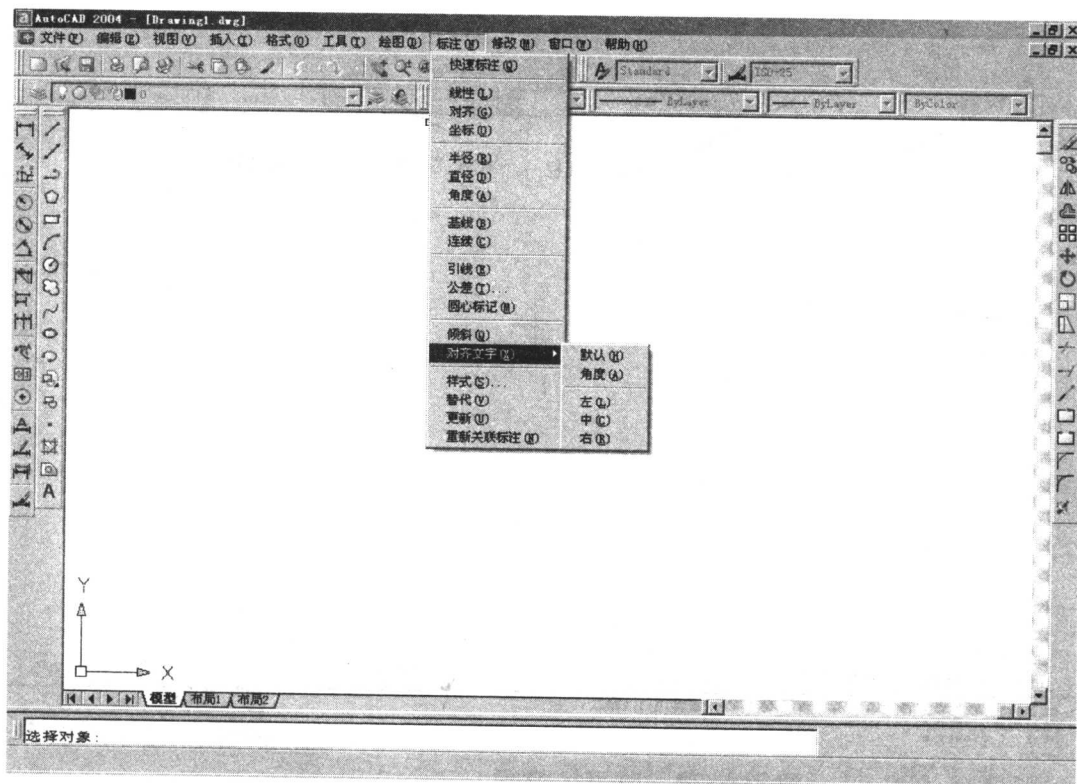
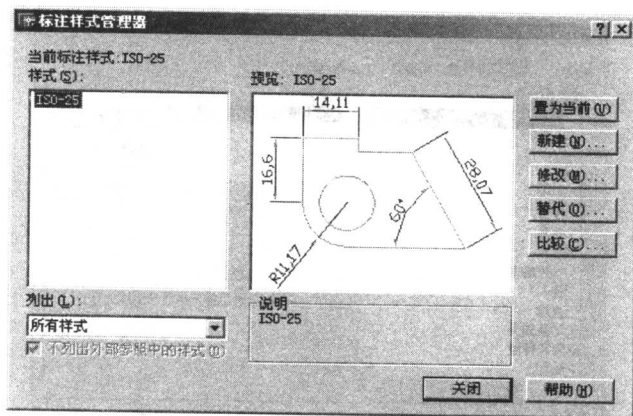

图 1-11 “标注”下拉菜单
图 1-12 “样式”对话框
AutoCAD 2004 的菜单栏包含 11 个菜单，即“文件”、“编辑”、“视图”、“插入”、“格式”、“工具”、“绘图”、“标注”、“修改”、“窗口”和“帮助”，几乎包括了软件的所有的命令。单击菜单栏中的某一菜单，即弹出相应的下拉菜单，如图 1-11 所示。
① 普通菜单项 如图 1-11 所示的“标注”菜单中“线性”、“对齐”等，菜单项无任何标记，单击菜单项即可执行相应的命令。
② 级联菜单项 如图 1-11 所示的“对齐文字”，菜单项的右侧有一个黑色的小三角，表示该菜单中还包含有多个菜单选项，单击该菜单项，将弹出下一级菜单，称为级联菜单，可以进一步在级联菜单中选择菜单项。
③ 对话框菜单项 菜单项后带有“...”标记，表示单击该菜单项将打开一个对话框，用户可以通过该对话框实施相应的操作。如图 1-11 所示中的“样式”，单击该菜单项，将打开如图 1-12 所示的“样式”对话框。